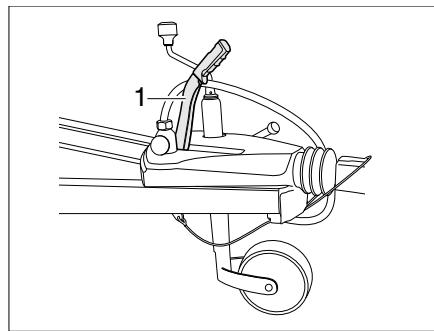

Bild 14 Feststellbremse
- Zum Lösen den Bremshebel (Bild 14,1) nach oben ziehen und dann absenken.